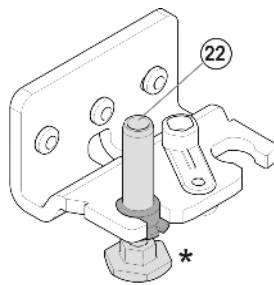

Fig. 6
- Basculer à nouveau l'appareil légèrement vers l'arrière pour réinsérer le pivot d'appui Fig. 6 (22). L'encoche doit se trouver vers l'avant.